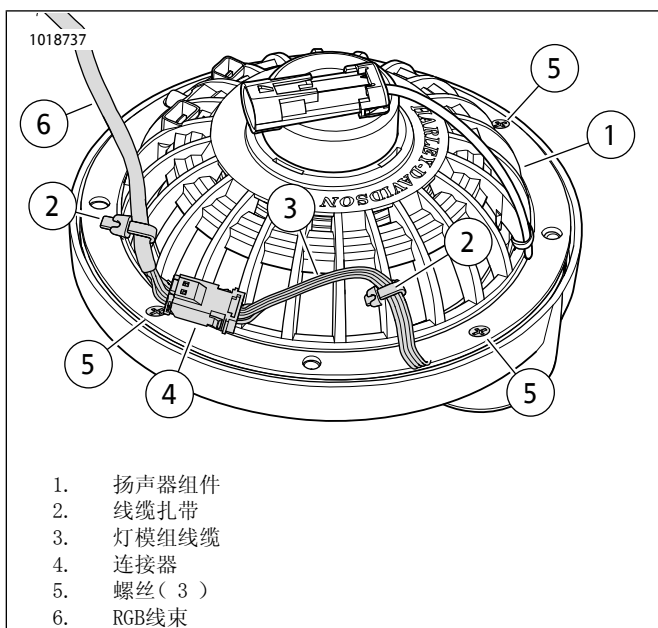

图21. 扬声器背面: 线缆和线缆扎带
9. 参见图21。组装高音扬声器(4)和扬声器(1)组件。对准螺丝(5)的各孔。